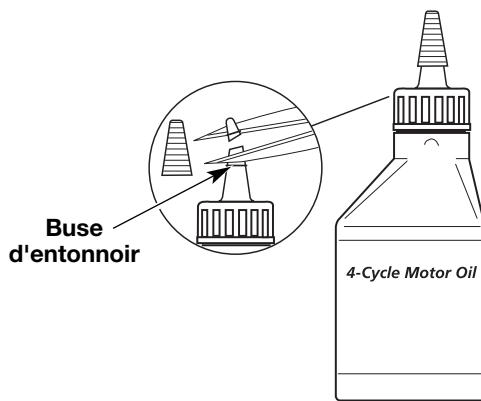

Fig. 5
Votre appareil est livré avec une bouteille d'huile SAE 30 SF, SG, SH de 90 ml (3,04 oz) (Fig. 5).
1. Dévissez le bouchon de la bouteille d'huile et retirez le papier couvrant l'ouverture. Replacez le bouchon. Coupez la pointe de la buse de l'entonnoir (Fig. 5).